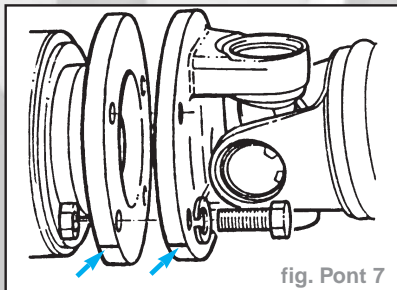

fig. Pont 7
- Tracer des repères sur les brides (fig. Pont 7).